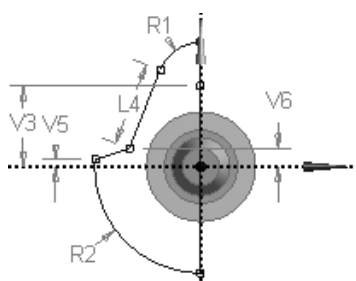

图 3.12.7 草图 2
(1) 绘制图 3.12.7 所示的草图 2。单击“New Sketch”按钮，绘制图 3.12.7 所示的截面草图，其中 $R1=12$ ， $R2=29$ ， $V3=22$ ， $L4=23$ ， $V5=2$ ， $V6=5$ 。